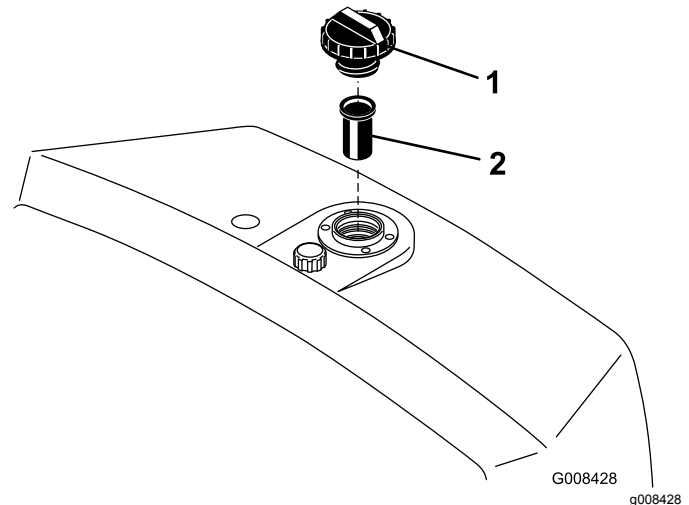

Bild 47
2. Nehmen Sie den Deckel vom Behälter ab und prüfen Sie den Ölstand. Der Ölstand sollte unten am Einfüllstutzen liegen (Bild 47).